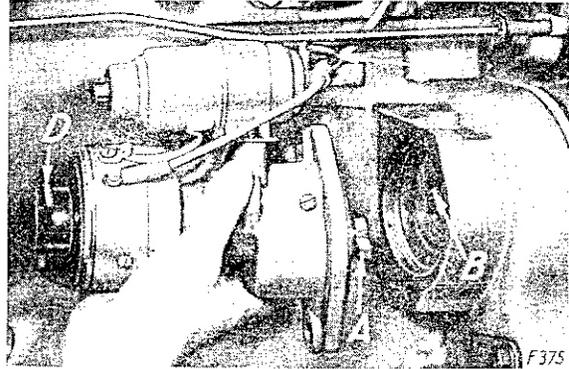

Figure 46 - Mise en place du bloc distributeur.
1. Débranchez de la bobine le câble du contact d'allumage "C", figure 46, sur la borne (-).
ce que le doigt du rotor "D", figure 46, soit approximativement dirigé vers l'emplacement de la borne n°1, puis continuez à tourner lentement jusqu'à ce qu'une légère résistance se fasse sentir.
Tirez sur l'arbre d'entraînement de façon à libérer les pignons, puis faites tourner cet arbre de manière que ses tenons d'entraînement "A", figure 46, fassent un angle d'environ 35° avec l'horizontale, ou qu'ils soient en face des fentes correspondantes d'entraînement "B". Engagez alors la denture de l'arbre avec celle du pignon et enfoncez l'arbre en place avec la paume de la main.
Branchez le câble "C" du contact d'allumage sur la borne (-) de la bobine, figure 46.